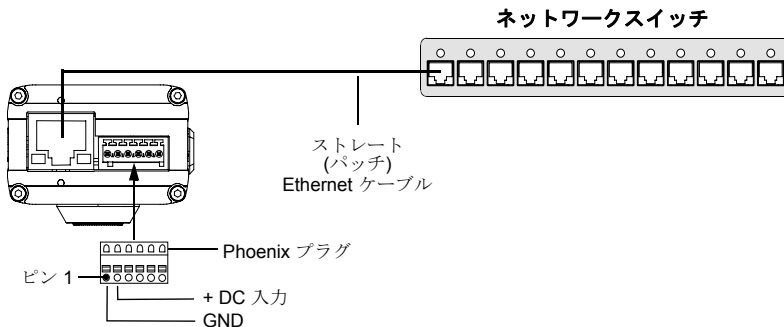

図 7 : 端子コネクタ経由のカメラ電源
6. 接地配線の端部を、Phoenix プラグのピン 1 (図 7 を参照) に奥まで差し込みます。プラグにはスプリングケージ接続部があり、配線をしっかりと固定することができます。
9. ストレート (パッチ) Ethernet ケーブルを図 7 に示すように、カメラの RJ-45 コネクタおよびネットワークスイッチに接続します。